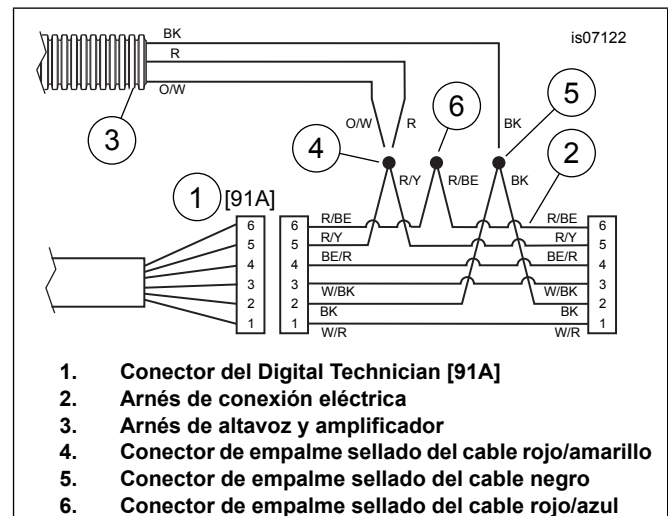

Figura 4. Diagrama de cableado, arnés del altavoz/amplificador al arnés de conexión eléctrica
- a. Vea la Figura 4. Encuentre el conector del Digital Technician [91A] (artículo 1, un conector Deutsch gris de seis vías con una funda de caucho) debajo del asiento. Coloque el arnés de conexión eléctrica (2) en el conector del Digital Technician, pero NO los conecte en este momento.
- b. Pase los cables del arnés de altavoz y amplificador (3) sobre el arnés de conexión eléctrica. Corte los cables del altavoz y amplificador a una longitud adecuada para que alcancen fácilmente los conectores de empalme sellado (4 y 5) en el arnés de conexión eléctrica.
- c. Empalme ambos cables el rojo y el naranja/blanco del altavoz y amplificador al conector de empalme sellado del cable rojo/amarillo (4) del arnés de conexión eléctrica.
- d. Empalme el cable negro del altavoz y amplificador al cable negro del conector de empalme sellado (5) en el arnés de conexión eléctrica.
- f. Use un dispositivo de calor para sellar el extremo abierto del conector de empalme sellado (6) en los cables rojo/azul del arnés de conexión eléctrica.
4. Vea el Manual de servicio para instrucciones detalladas en conexiones de empalme sellado. Si el arnés de cables (pieza № 69200722) se empalmó anteriormente, corte los empalmes existentes. Vea Figura 4 para múltiples configuraciones de empalmes. Si el arnés de cables (pieza № 69200722) se empalmó en una instalación anterior, asegúrese de que el conector de 8 patillas Molex esté desenchufado del conector del vehículo [4].